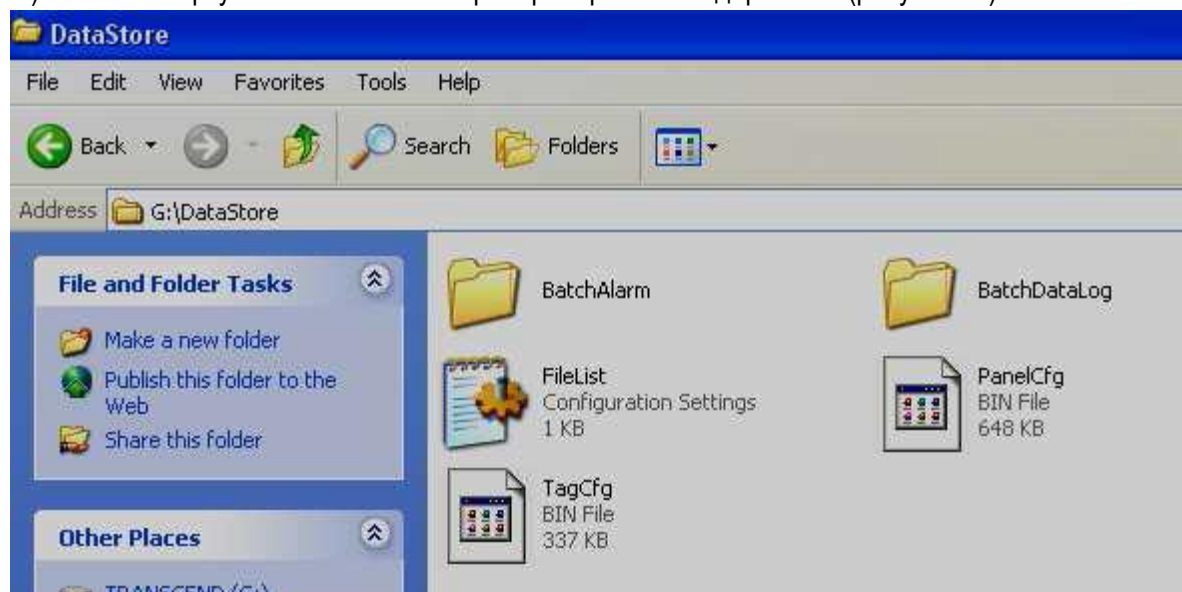

Рисунок 89
- 2) Вставьте карту памяти в компьютер и проверьте ее содержимое (рисунок 89).